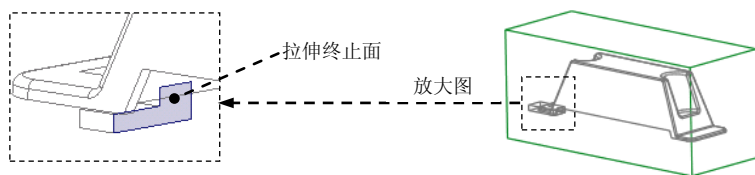

图 12.30 选取拉伸终止面
② 调整视图方位,将鼠标移动到图 12.30 所示的加亮平面处右击,系统弹出一个快捷菜单,选择 **从列表中拾取** 命令,在系统弹出的对话框中选择 **曲面:F1 (外部合并):OIL-SHELL_MOLD_REF** 选项。在“从列表中拾取”对话框中单击 **确定(O)** 按钮。
- ③ 在操控板中单击 **选项** 按钮,在“选项”界面中选中 ☒ 封闭端 复选框。
- (5) 在操控板中单击  按钮,完成特征的创建。